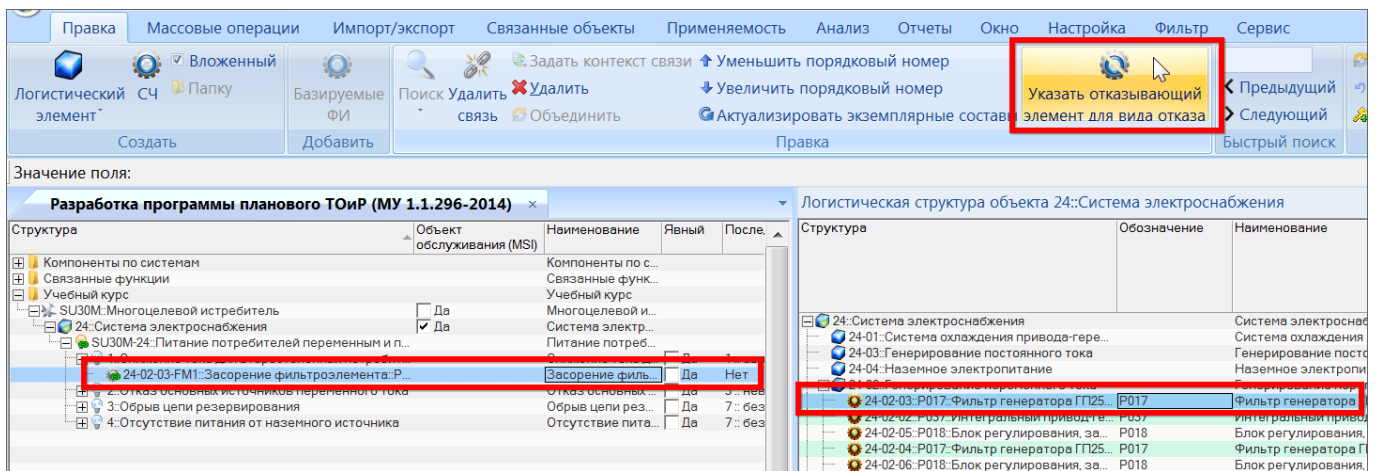

Рис. 11-80 – Выбор отказывающего элемента ЛСИ
5) В результате в правой части экрана откроется связанное окно «Логистическая структура объекта» для элемента MSI. Выбрать в нем отказывающий элемент ЛСИ и нажать кнопку «Указать отказывающий элемент для вида отказа» (рис. 11-80).